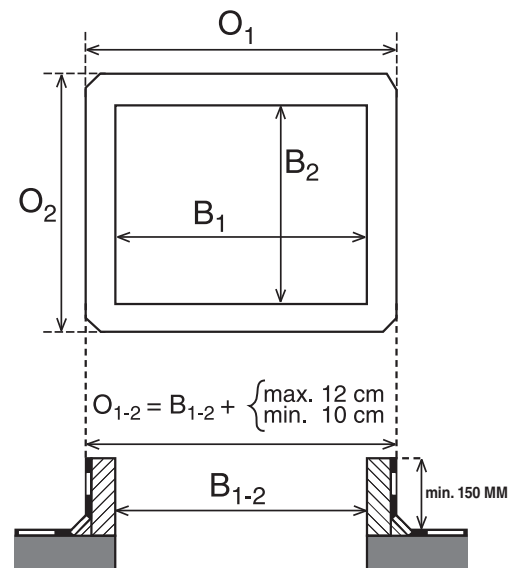

Fig. 4
1.2 Other curb (see fig. 4)
1.2 Anderer Aufsatzkranz (siehe Bild 4)